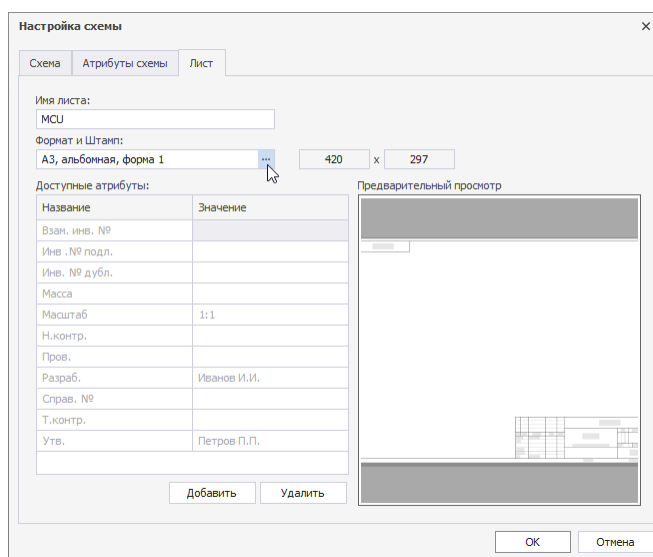

Рис. 17 Вызов окна «Формат и штамп»
4. Вызвать окно «Формат и штамп» в поле «Формат и штамп», нажав на кнопку , см. Рис. 17.